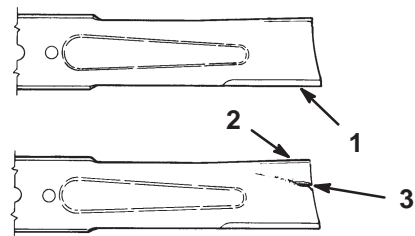

Bild 27
1. Untersuchen Sie die Schnittkanten (Bild 27). Bauen Sie, wenn die Kanten nicht scharf sind oder Kerben aufweisen, die Schnittmesser aus und schärfen sie. Siehe „Schärfen der Schnittmesser“ auf Seite 25.
2. Untersuchen Sie die Schnittmesser, insbesondere den gebogenen Bereich (Bild 27). Montieren Sie, wenn Sie Schäden, Verschleiß oder Rillenbildung in diesem Bereich feststellen (Punkt 3 in Bild 27), sofort ein neues Schnittmesser.